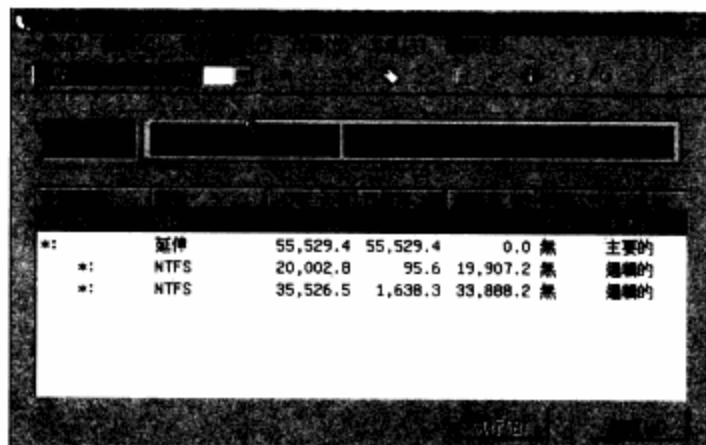

图4-90 磁盘信息
**步骤 02** “磁碟1-65530MB”是一块硬盘，大小为65GB，如图4-90所示。如果有两块硬盘就会出现磁碟2。